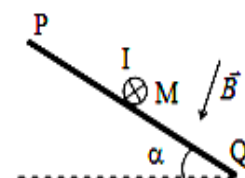

Figure 2
- 2) De quel angle α doit-on incliner les rails (PQ) et (RS) pour que la tige soit en équilibre dans le cas où $\vec{B}$ reste perpendiculaire aux rails (figure 2) .